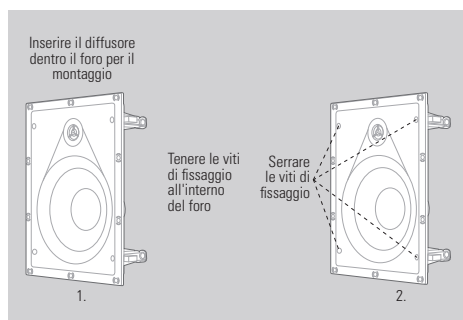

Figura 7
3. Inserire l'altoparlante nell'apertura. Utilizzare il cacciavite per stringere le quattro viti sul lato anteriore dell'altoparlante. Le staffe dell'altoparlante si bloccheranno sul pannello. (Figura 7)